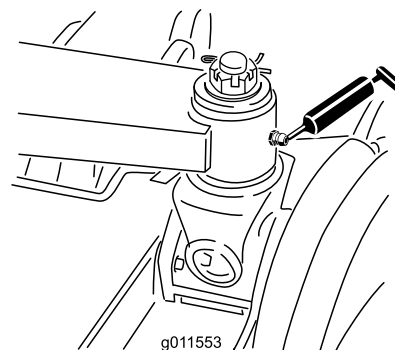
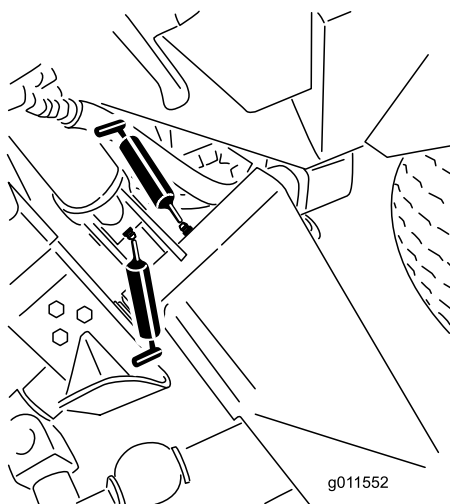

Рисунок 43
Рисунок 42
- Втулки главных подъемных рычагов (6 шт.) (Рисунок 42 и Рисунок 43)